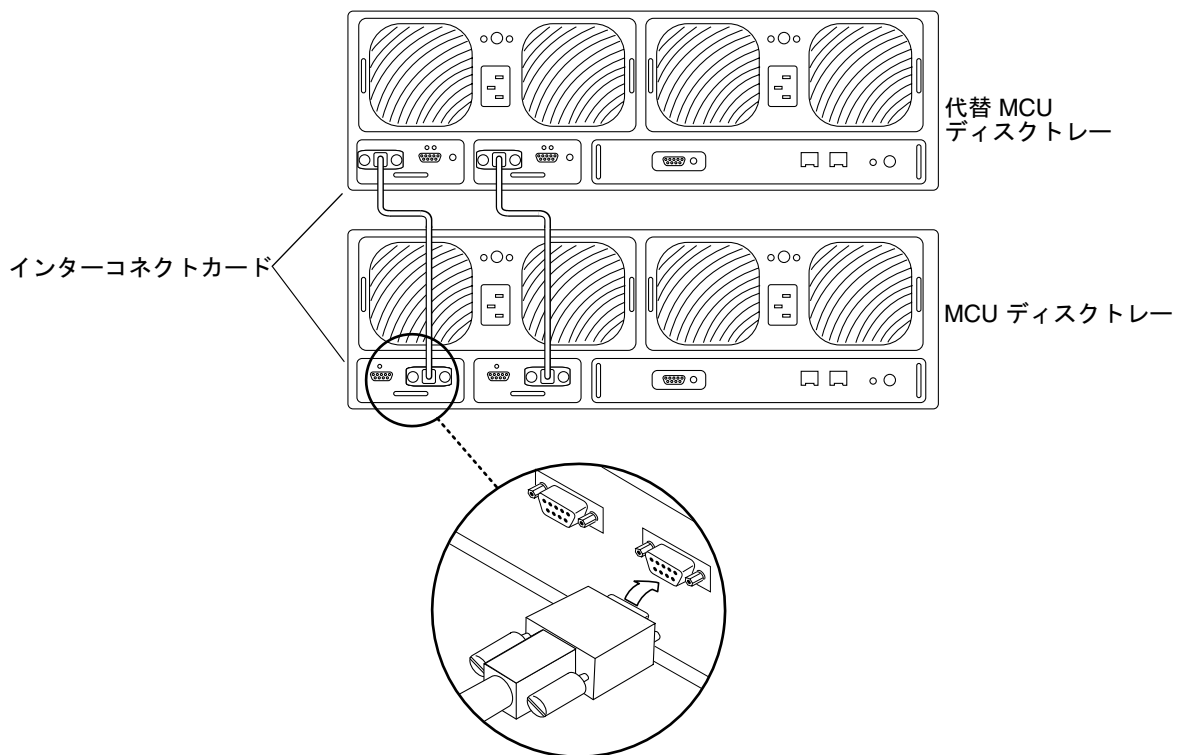

図 6 インターコネクトケーブルの接続
1. 図 6 のように、インターコネクトケーブルを使用して、すべてのディスクトレイパートナーグループの MCU と代替 MCU のインターコネクトカードを接続します。